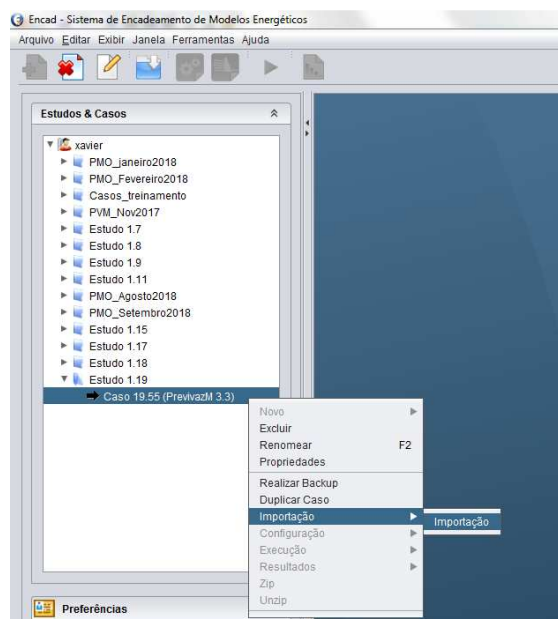
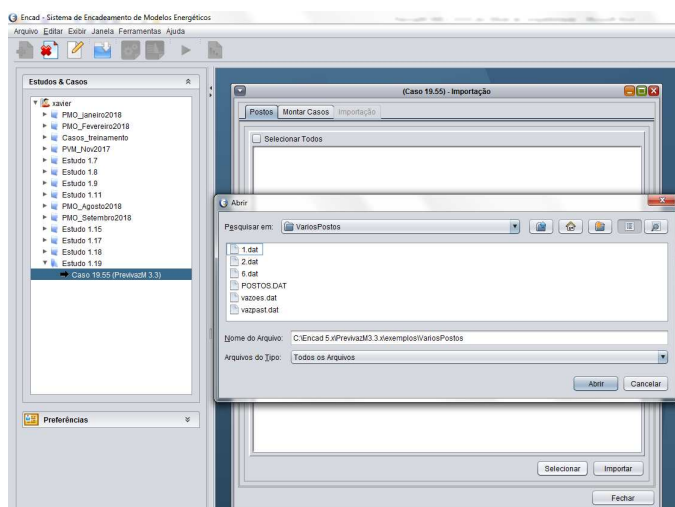

Figura 4 – Importação de Dados
Figura 5 – Caixa de Diálogo para Seleção de Arquivos
Ao criar um novo caso, o sistema sugere um nome único para o caso ser armazenado; o próximo passo é iniciar a tela de importação (Figura 4). Através do botão *selecionar* será mostrada uma caixa de diálogo (Figura 5), onde o usuário poderá escolher um ou mais arquivos de dados gerais (para escolher mais de um arquivo o usuário deverá pressionar a tecla *CTRL* e clicar nos demais arquivos). Os filtros para seleção dos arquivos podem ser definidos pelo usuário (ver item 2.2.5, Opções).